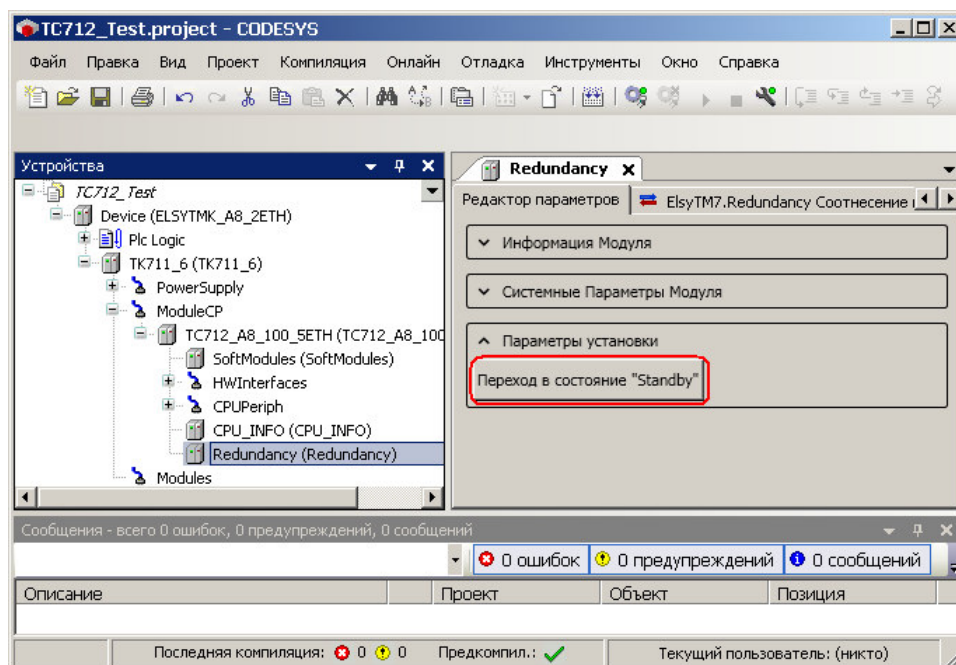

Рисунок 11 –Вкладка «Редактор параметров» - «Параметры установки»
Вызов метода *switchstate* реализован в программе *CoDeSys* через графический интерфейс. При этом, программа автоматически предлагает допустимый вариант перехода в другое состояние из текущего (Рисунок 11).
- перейти во вкладку «Редактор параметров», затем щелчком по кнопке  «Параметры установки» получить доступ к кнопке, позволяющей сменить текущее состояние ПЛК (Рисунок 11);